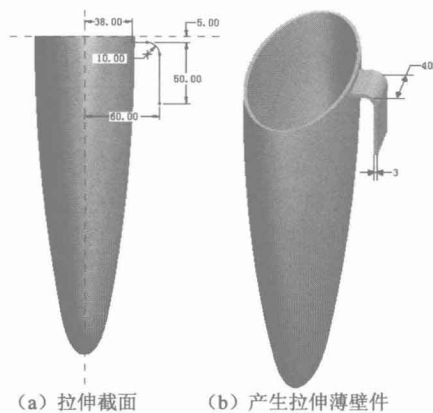

图1-39
9. 选择 RIGHT 基准面绘制如图 1-39 (b) 所示拉伸薄壁件, 拉伸截面如图 1-39 (a) 所示。